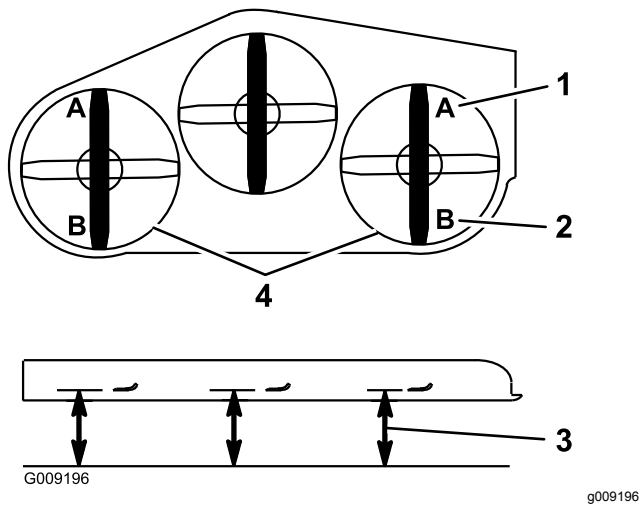

Figura 89
9. En ambos lados de la carcasa, mida desde la superficie nivelada hasta la punta delantera de la cuchilla (Posición A), según se muestra en Figura 89.
16. En ambos lados de la carcasa, mida desde la superficie nivelada hasta la punta trasera de la cuchilla (Posición B), según se muestra en Figura 89.